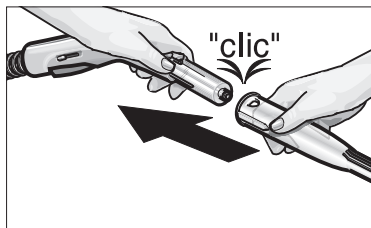

Fig. 1: Empalmar los accesorios a la pistola de vapor
- Para ello se empalman los elementos correspondientes, haciendo enclavar el pulsador de enclavamiento (C2) de la pistola de vapor (Fig. 1).